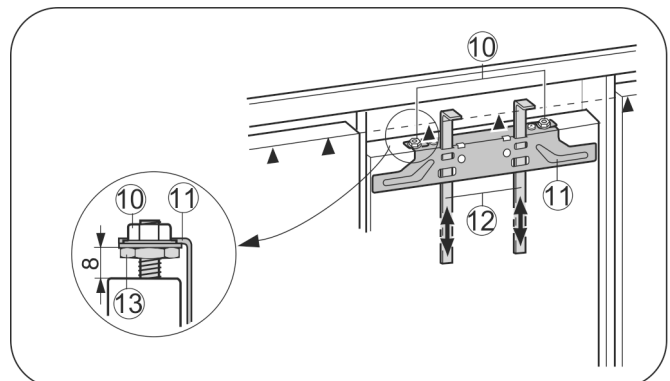

Fig. 17
- ▶ Засоби для монтажу Fig. 17 (12) підніміть на висоту дверцят шафи. Нижнє кріплення ▲засобу для монтажу = верхній край монтованих дверцят шафи.
- ▶ Відкрутіть траверсу кріплення Fig. 17 (11) за допомогою контрґайок Fig. 17 (10).